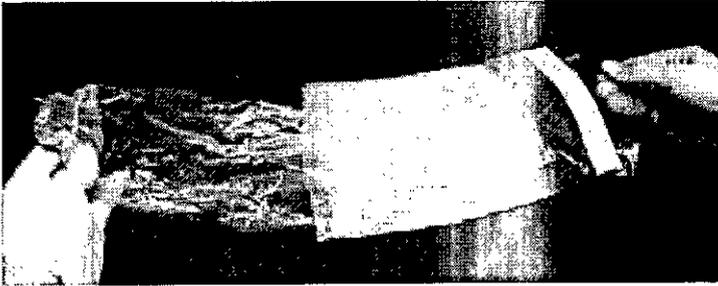

Figura 17
8. **estéril:** Sujete la envoltura con el conjunto dentro mientras la mano **NO ESTÉRIL** tira del cable de la envoltura. Tenga cuidado de no tocar los pasadores que sobresalen del extremo de la envoltura. (Ver Figura 17)